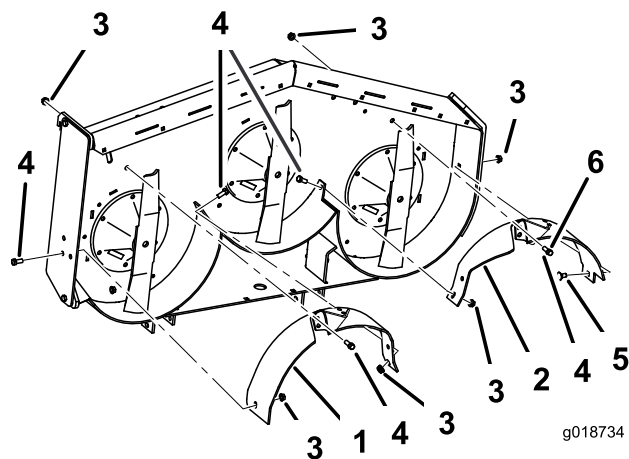

Figura 6
testa tonda (3/8 x 3/4 poll.) e un dado flangiato (3/8 poll.) (Figura 6).
2. Montate, senza serrarlo, il deflettore destro sul piastra di taglio con 2 bulloni (3/8 x 7/8 poll.) e 2 dadi flangiati (3/8 poll.) (Figura 6).
3. Montate, senza serrarlo, il deflettore destro sulla piastra di scarico con un bullone (3/8 x 7/8 poll.) e un dado flangiato (3/8 poll.) (Figura 6).
5. Montate, senza serrarlo, il deflettore sinistro sul piastra di taglio con 2 bulloni (3/8 x 7/8 poll.) e 2 dadi flangiati (3/8 poll.) (Figura 6).